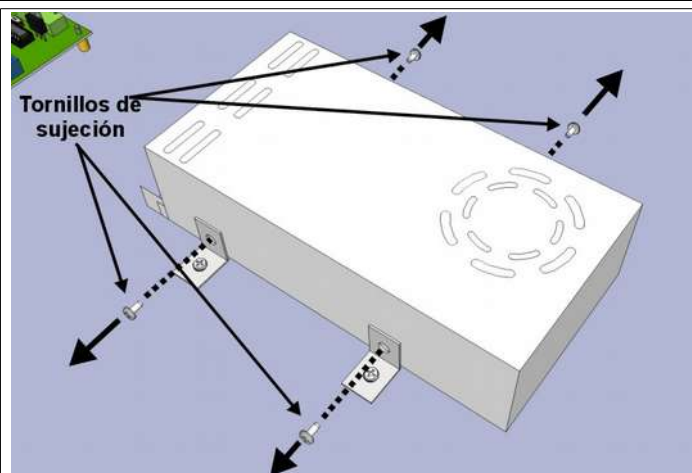

Fig. 22: Cambio del alimentador
2. Localice el alimentador (Fig. 18, Fig. 22) que hay que cambiar y desconecte los cables de la bornera con un destornillador de cruz anotando su posición.
3. Con ese mismo destornillador, quite los cuatro tornillos (Fig. 22) situados a los lados del alimentador y sáquelo.
4. Monte el alimentador nuevo y sujételo con los tornillos. Vuelva a conectar los cables a la bornera respetando su posición (1).